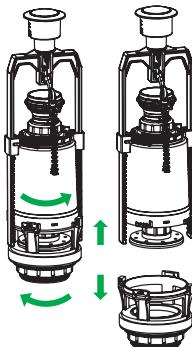

Рис. 8 / 8-сур.
1. Отсоедините седло клапана от клапана выпуска, как показано на рис. 8.
8. Установите выпускной клапан в седло клапана (рис. 8) в обратном порядке.
- Для упрощения крепления бачка к унитазу можно отсоединить корпус выпускного клапана от седла клапана (рис. 8).